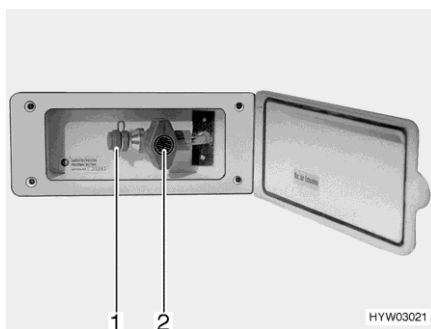

Fig. 116 Presa gas esterna (rubinetto di arresto del gas chiuso)
- Collegare l'apparecchio a gas esterno all'attacco (Fig. 116,1).
- Aprire il rubinetto di arresto del gas (Fig. 116,2).